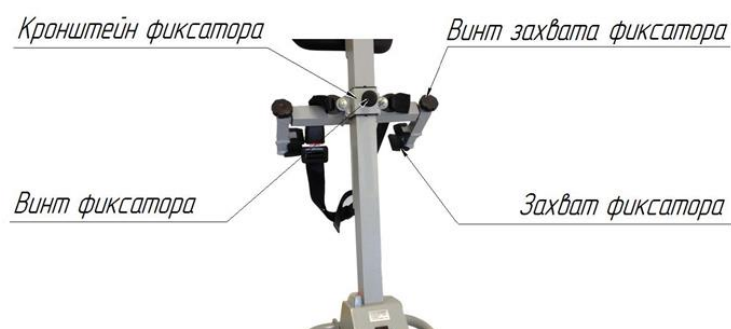

Рис.10. Рулевая колонка с фиксатором кресла-коляски
- вывернуть винты захвата (Рис.10) до упора, обеспечивая свободный захват спинки кресла-коляски захватами фиксатора;
- развести захваты фиксатора влево и вправо до упора, открутив предварительно винт захвата (Рис.10);